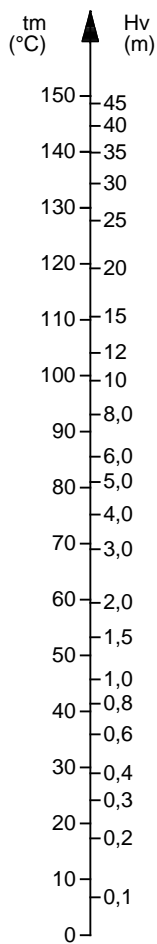

Fig. 10 Vapour pressure
- H_v = 蒸汽压力，单位为米水头，见图 10（第 179 页）。
- H_v (图 10，第 179 页) : 7.2 米高水头。